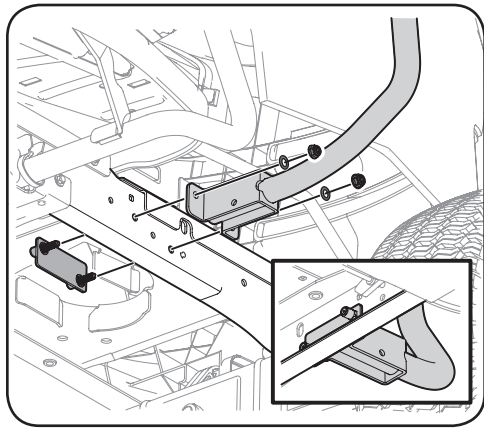

Figure 3-2
1. À l'aide de deux des contre-écrous de bride (réf.11), deux des rondelles (réf. 15) et une des plaques de montage avant (# 8), monter le support avant gauche (# 6B) sur châssis du tracteur, comme illustré à la figure 3-2.